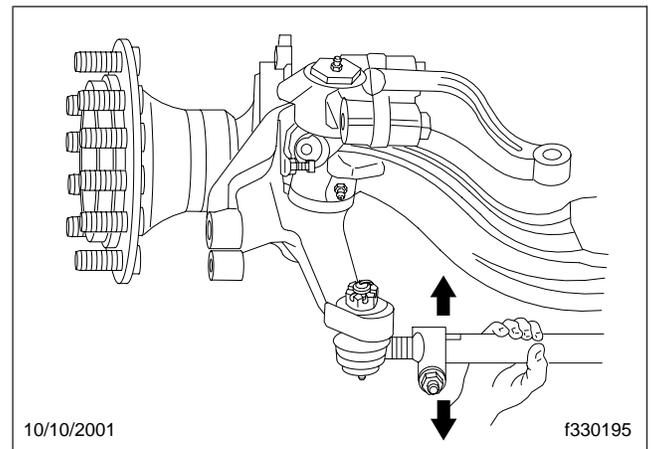

Fig. 4, Vérifiez le mouvement de l'embout de biellette de direction
4. Positionnez-vous directement sous la prise du pivot à rotule. À l'aide des deux mains, saisissez l'extrémité la plus proche possible de la prise, au maximum 15,2 cm (6 po) de l'extrémité. Appliquez fermement environ 100 livres de pression manuelle plusieurs fois vers le haut et le bas. Lorsque vous déplacez le bloc, vérifiez s'il y a mouvement au niveau des deux embouts de biellette de direction. Voir la **figure 4**.